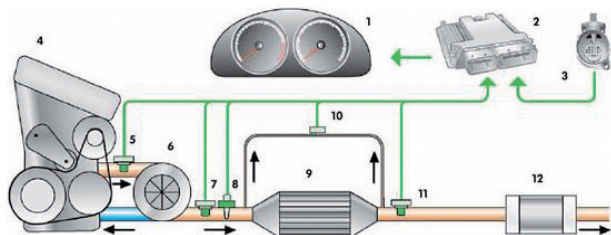

Figura 1. DPF
- Sistemas de filtro de partículas sin aditivo (DPF)(Figura 1).